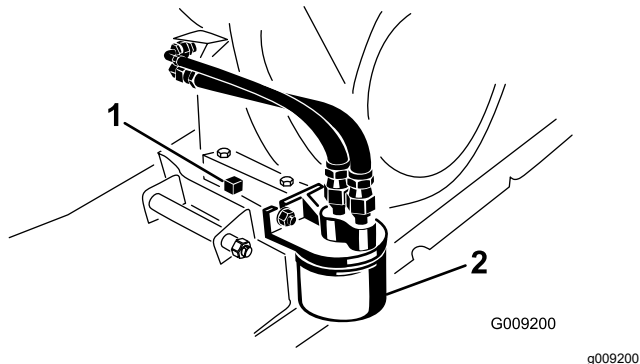

Figura 33
2. Retire el filtro de aceite (Figura 33).
4. Enrosque el filtro nuevo sobre el adaptador del filtro hasta que la junta toque la placa de montaje, luego apriete el filtro $\frac{1}{2}$ – $\frac{3}{4}$ de vuelta más (Figura 33).
6. Coloque un recipiente con capacidad de 1,8 litros debajo del tapón de vaciado (Figura 33).
7. Retire el tapón de vaciado y la junta (Figura 33).